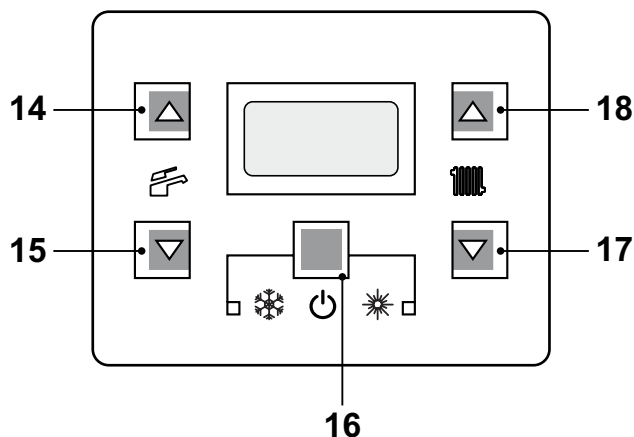
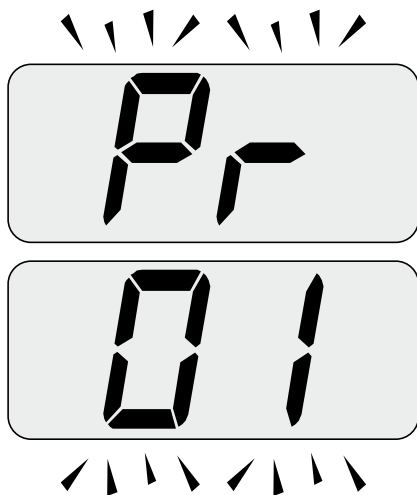
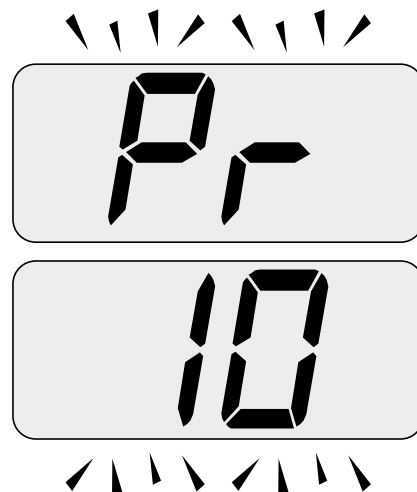

Figura 5.57
Figura 5.58
Figura 5.59
- Entrare in "modalità programmazione" premendo contemporaneamente per 10 secondi i tasti 16 - 17 - 18 (Figura 5.57 ) fino a far apparire sul display LCD le lettere **Pr** che si alternano con il codice **01**, indicanti l'entrata nel "parametro 01"(Figura 5.58 ).
- Scorrere i vari parametri utilizzando i tasti 17 o 18 fino a far apparire sul display LCD le lettere **Pr** che si alternano con il codice **10**, indicanti l'entrata nel "parametro 10"(Figura 5.59 ).
- Premere contemporaneamente i tasti 16 e 18 (Figura 5.57 ) fino a far apparire sul display LCD il valore del parametro 10 (30=180 secondi) (Figura 5.60 ).
- Premendo il tasto 16 (Figura 5.57 ) si ottiene la conferma del valore inserito.
- Premendo contemporaneamente i tasti 16 e 17 (Figura 5.57 ) si esce senza modificare il valore (ritorno alla lista parametri Figura 5.59 )
- Premendo contemporaneamente per 10 secondi i tasti 16 - 17 - 18 (Figura 5.57 ) si esce dalla "modalità programmazione".